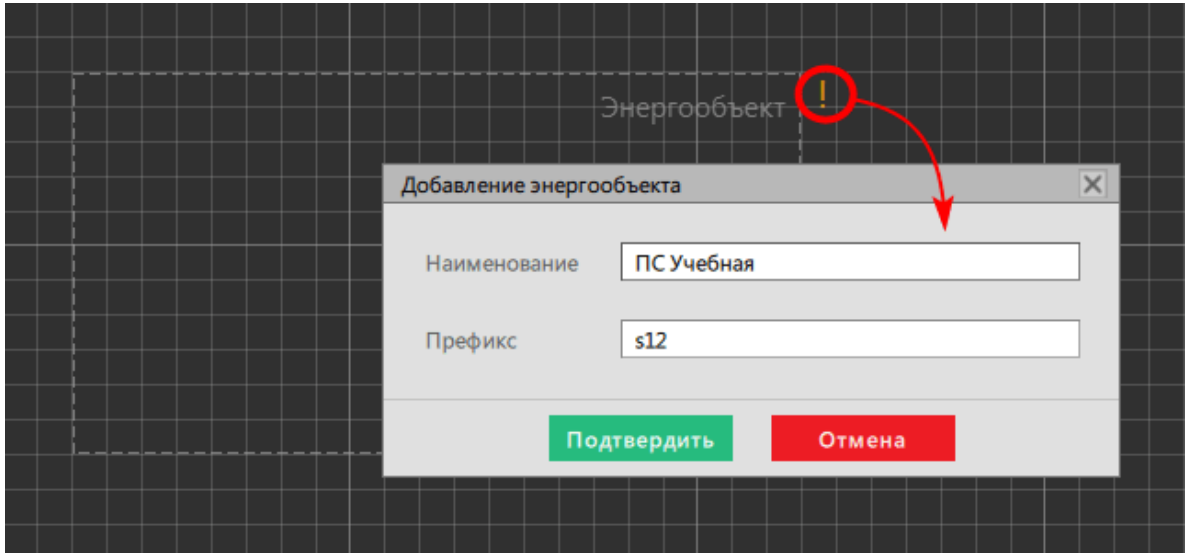

Рисунок 360 - Добавление энергообъекта
- Выделите область в редакторе, нажмите на ! с зажатой клавишей *Alt* и задайте наименование энергообъекта (Рисунок 360).